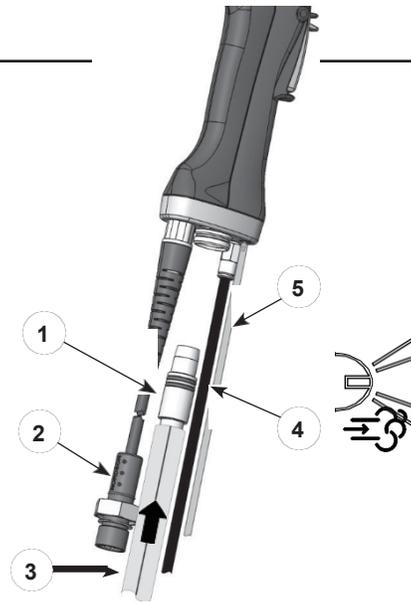

Figura 3 Collegamenti della pistola a spruzzo
1. Vedere Figura 3. Collegare il tubo dell'aria nero da 6 mm (4) al raccordo a sgancio rapido in l'impugnatura della pistola a spruzzo.
2. Collegare il tubo trasparente da 4 mm per il lavaggio dell'aria dell'elettrodo (5) al raccordo spinato della pistola.